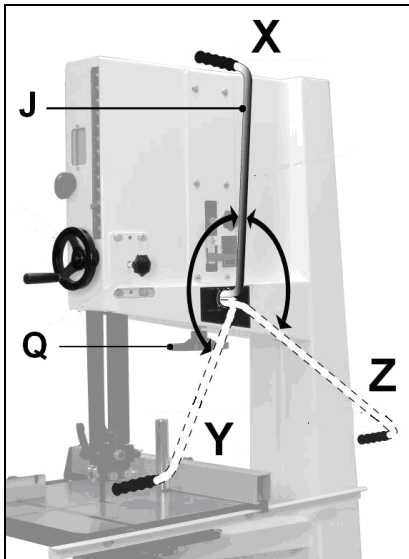

Fig 10
Bringen Sie den Band-Schnellspannhebel (J, Fig 10) in die Stellung Voll-Gespannt (X).